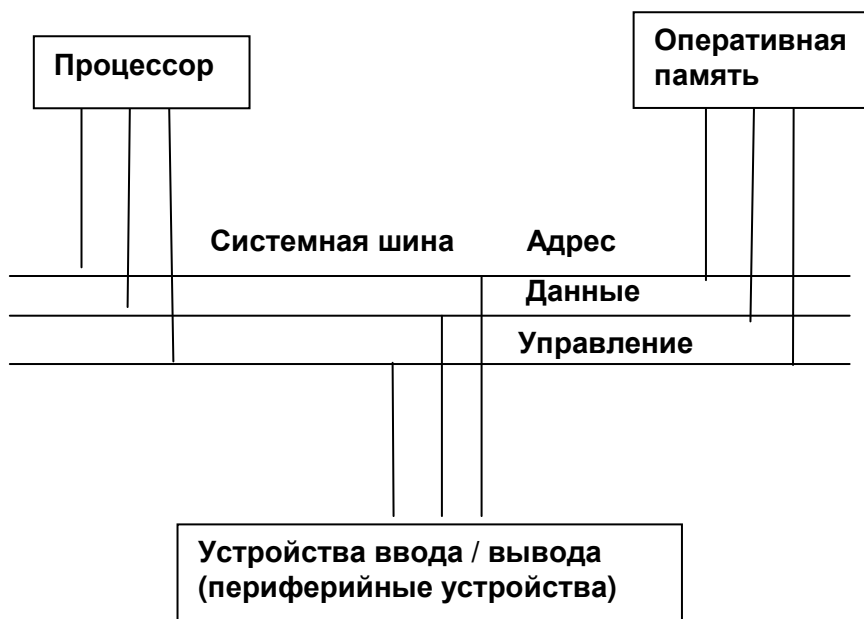

Рис.1. Структурно-функциональная схема персонального компьютера
Структурно-функциональная схема персонального компьютера с общей системной шиной показана на рис. 1.
2.1.1. Компьютерный блок питания для настольного персонального компьютера (рис.1) стандарта PC согласно спецификации ATX 2.x, должен обеспечивать выходные напряжения: ± 5 В, ± 12 В, +3,3 В, а также +5 В дежурного режима (англ. *standby*).